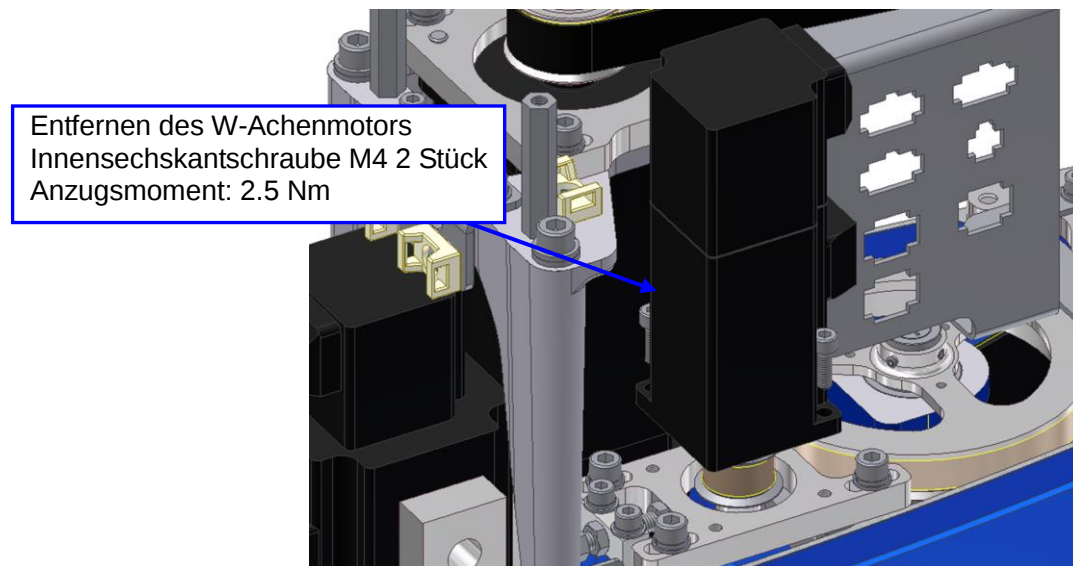

Bild 5-30 Entfernen des W-Achsenmotors
- (7) Entfernen des W-Achsenmotor. (Siehe Bild 5-30)